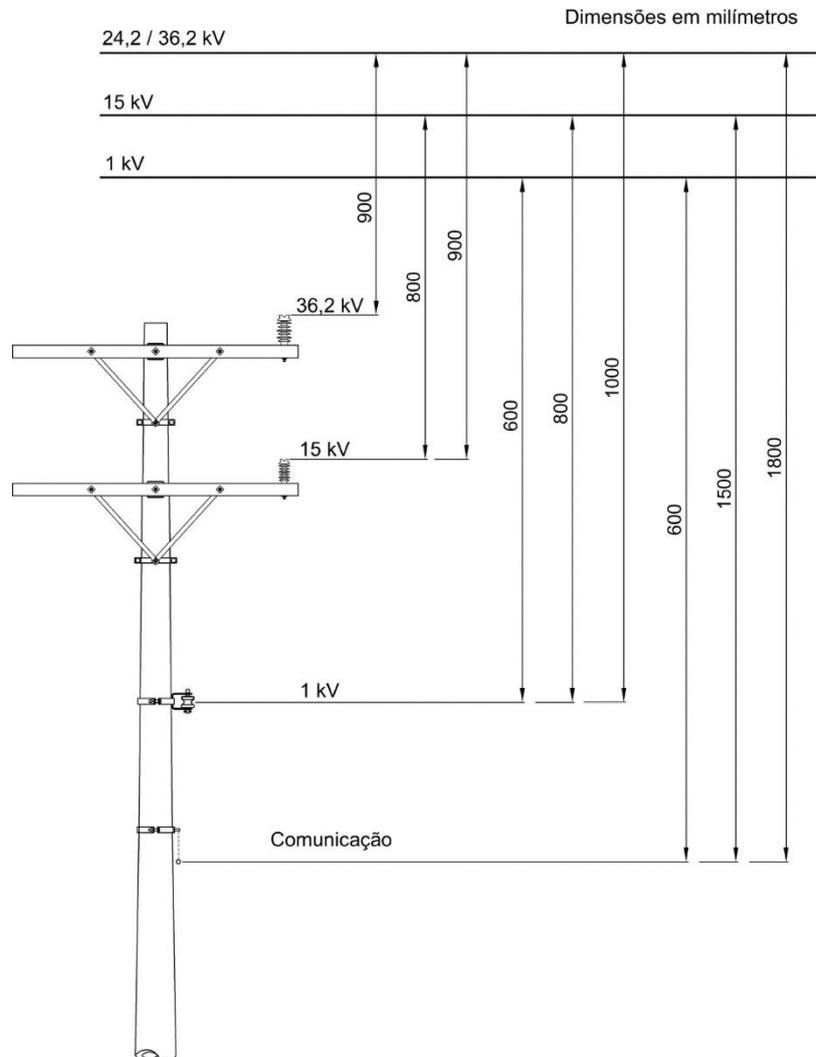

Figura 2 - Afastamentos Mínimos – Circuitos Diferentes
Os afastamentos mínimos entre circuitos diferentes devem obedecer aos valores indicados na Figura 2.
- Os valores indicados são para o circuito mais próximo do solo na condição de flecha máxima. Em caso de mais de um circuito recomenda-se que sejam mantidos os afastamentos mínimos definidos na Figura 2 - Afastamentos Mínimos – Circuitos Diferentes; Figura 2;